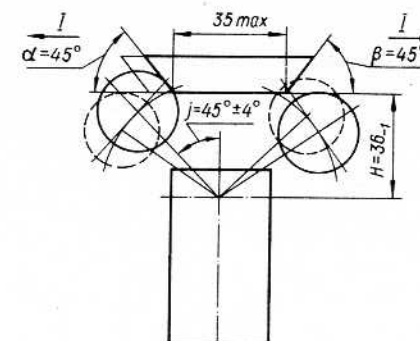

Рис. 3. Выключатель с V-образным рычагом привода.
8. Выключатели с V-образным рычагом привода (рис. 3) – для работы только с реверсивными упорами.